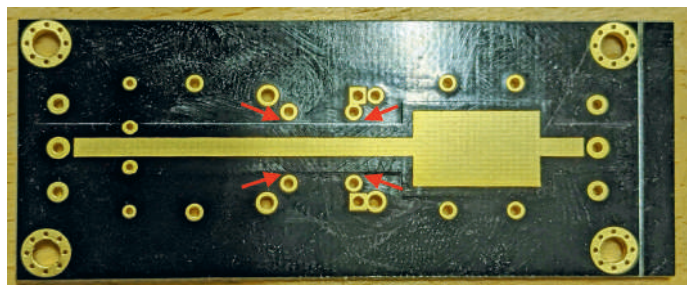

Figure 2. Vue du dessous de la carte du filtre IEM à prix modéré acheté sur eBay. Les flèches indiquent la distance de 0,5 mm entre les couches de cuivre.
Dès que j'ai reçu ce filtre, j'ai pu constater que la carte était bonne, mais que le fabricant ne s'est pas du tout soucié de l'espacement nécessaire pour les voies de la tension de secteur. Comme vous pouvez le voir sur la figure 2, il y a une distance d'environ 0,5 mm entre les lignes de tension et la masse (PE). Je n'ai pas osé utiliser la carte et s'attendre à une catastrophe. Mon rêve d'une solution rapide et peu coûteuse était perdu.